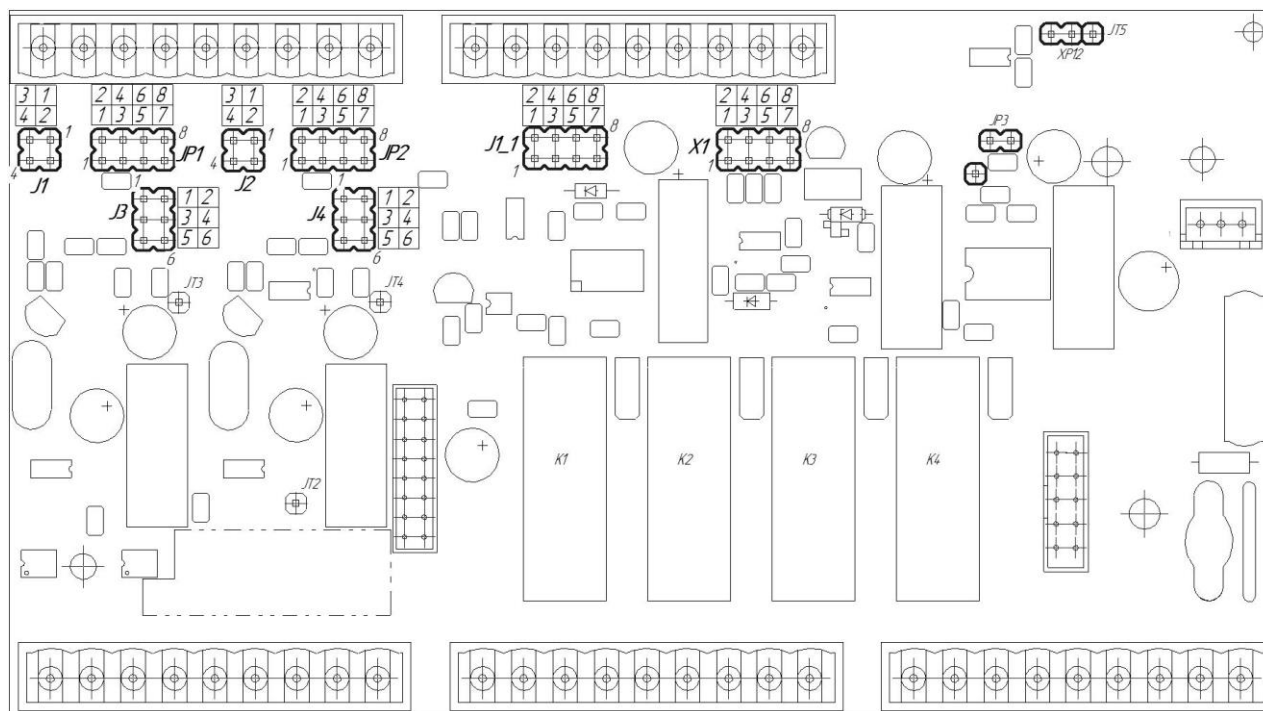

Рисунок 4.6 – Положение перемычек на плате входов
- установить положение переключателей на модуле универсальных входов в положение согласно выбранного типа входного сигнала (таблица 4.9.1, рисунок 4.6).
Диапазон аналоговых выходов АО1 и АО2, настраивается перемычками X1 и J1_1 (см. рисунок 4.6) на модуле универсальных входов/выходов. Типы выходного сигнала и соответствующие положения перемычек приведены в таблице 4.9.2.